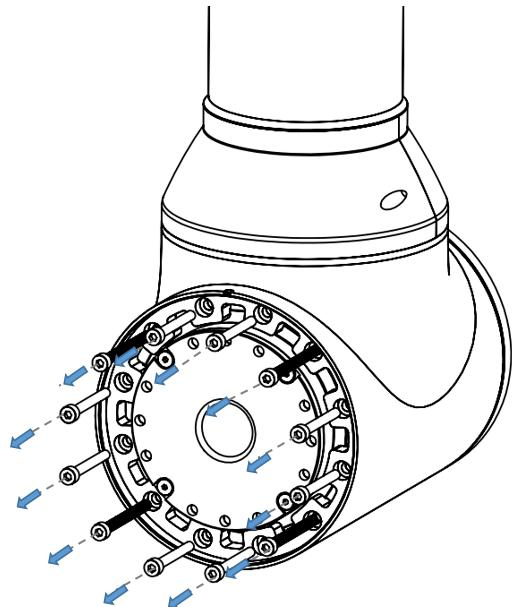

图 3-32 拆卸固定 J2 轴模组的螺钉
**步骤4** 如图3-32所示，黑色长螺钉连接4个六角隔离柱，拆卸六角隔离柱后，使用内六角扳手拆卸固定J2轴模组的螺钉。